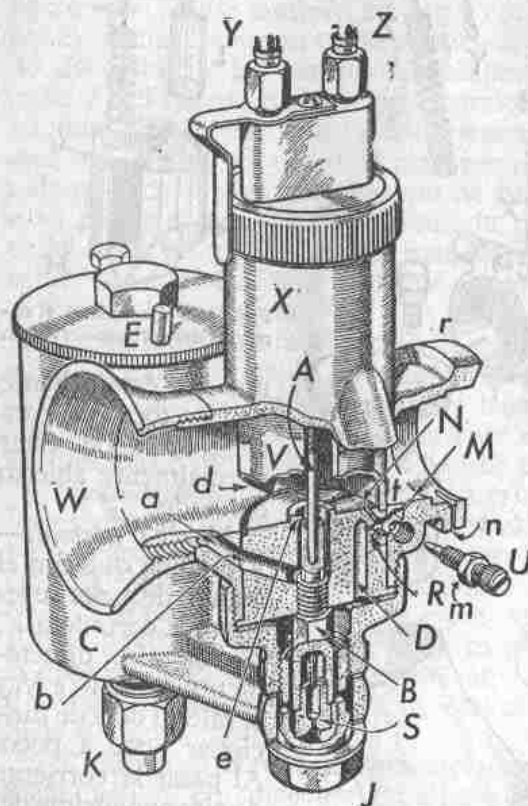
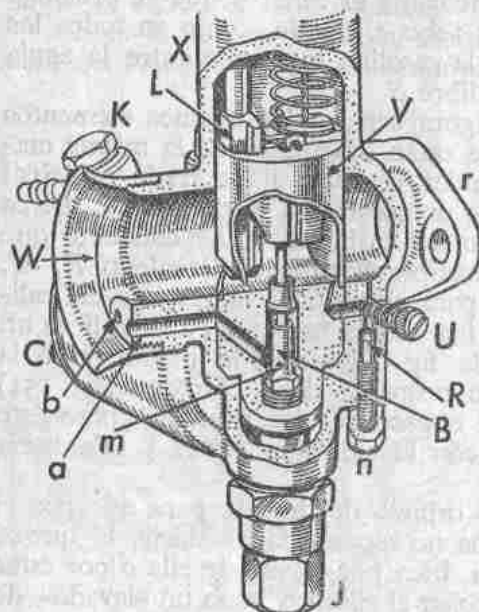

Fig. 151.—Último modelo del carburador Amal.
Fig. 152.—Carburador Amal «Monobloc».
— En recientes modelos Amal se presenta la variante de que en vez de formarse la primera emulsión de gasolina con aire entrado por los orificios *a*, que están debajo del tubo *W*, esos orificios exteriores no existen, y el aire es tomado dentro del propio tubo *W* (fig. 151) mediante el canal *a* que se prolonga por el conducto *b* hasta el tubo *e*, donde, como en todos los modelos, se emulsiona con la gasolina que sube entre la aguja *A* y *B*, procedentes del calibre *S*.
Las demás letras de la figura, señalan los mismos elementos que en las 147 y 149 y que están dispuestos de la misma manera: *E*, excitador para inundar la cuba; *W*, entrada principal de aire; *K*, racor de llegada de gasolina a la cuba *C*; *J*, tuerca que une la cuba al cuerpo del carburador; *D*, conducto que permite el paso del combustible al surtidor de ralentí *R*; *U*, tornillo que regula el aire para emulsionar la gasolina del calibre *S*; ese tornillo *U* se fija con la tuerca *m*, o bien lleva un fuerte resorte (como en la fig. 149) que le mantiene en la posición deseada. La falda posterior de la corredera (fig. 151) es *t* que obtura en ralentí el paso de aire principal, pero éste entra por *N* a mezclarse con la emulsión citada y sale hacia el cilindro por *M*.
*Modelo Amal Monobloc* (figs. 152 y 153, cuyas letras designan los mismos elementos que en las anteriores).—El último tipo de Amal presenta las siguientes innovaciones:
exigía desmontar este para limpiarlo, sino que (fig. 152) ahora se puede hacer quitando el tapón *n*.
4.a El aire para el ralenti, que se tomaba por *a* (fig. 151) a la vez que el de emulsión para el surtidor principal, tiene ahora toma independiente *b* (fig. 152).